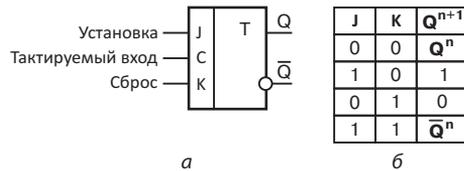

Рис. 2.51. JK-триггер:
**JK-триггер** (от англ. jump — скачок, keep — держать) имеет два информационных входа J и K, и тактируемый вход С. Назначение выводов J и K аналогично назначению выводов R и S, но при этом триггер не имеет запретных комбинаций. Если  $J = K = 1$  он изменяет свое состояние на противоположное (рис. 2.51).